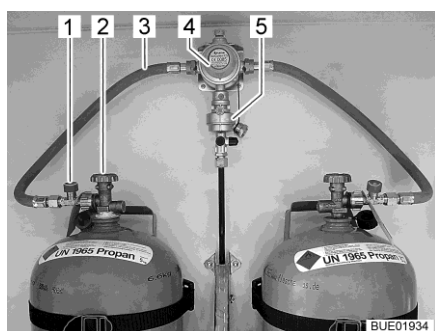
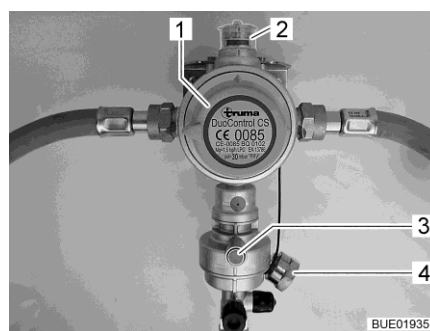

Bild 63 Gasflaskor med DuoControl
Bild 64 DuoControl-styrsystem
DuoControl-styrsystemet består av en omkopplingsventil (Bild 63,4) och en crashsensor (Bild 63,5). DuoControl-styrsystemet är monterat mellan gasslangarna (Bild 63,3) med slangbrottssäkring (Bild 63,1). Med vredet (Bild 64,1) på omkopplingsventilen ställer du in vilken gasflaska som ska användas som driftflaska och vilken som ska användas som reservflaska.
I fönstret (Bild 64,2) visas gasförsörjningens status:
Drift med bara en gasflaska är tillåten. Den öppna anslutningen måste dock förslutas med ett blindlock (Bild 64,4) i detta fall.
Crashsensorn stänger av gastillförseln vid kraftig vibration (t. ex. vid en krock). Crashsensorn aktiveras genom att trycka på den gröna återställningsknappen (Bild 64,3).
Slangbrottssäkringen (Bild 63,1) stänger av gasflödet om den anslutna slangen går sönder. Slangbrottssäkringen måste aktiveras genom att trycka på den gröna knappen. Den gröna knappen måste tryckas in tills trycket i slangen har byggts upp.
Gastillförseln via DuoControl-styrsystemet slås på och av på kontrollenheten (Bild 65). Gasflaskornas huvudavstängningsventiler (Bild 63,2) och gasavstängningsventilerna på apparaterna måste öppnas för hand. För att aktivera slangbrottssäkringen, se avsnitt "Slangbrottssäkring".
- Med vredet (Bild 64,1) på omkopplingsventilen väljs gasflaskan, som ska prioriteras (driftflaska). Vrid alltid vredet till stoppläget.
- Öppna huvudavstängningsventilerna (Bild 63,2) på gasflaskorna.
- Tryck på den gröna knappen på slangbrottssäkringen (Bild 63,1). I fönstret (Bild 64,2) visas den gröna markeringen.
- Stäng huvudavstängningsventilerna (Bild 63,2) på gasflaskorna.
Om den gröna kontrollampan (Bild 65,6) slocknar under drift och den röda kontrollampan (Bild 65,5) tänds är driftflaskan tom och måste bytas ut. I fönstret (Bild 64,2) visas den röda markeringen. Gasförbrukarna försörjs med gas från reservflaskan.
- Vrid vredet (Bild 64,1) ett halvt varv i riktning mot den gasflaska som används för tillfället. Då blir denna gasflaska driftflaska och den tomma flaskan blir reservflaska. Markeringen i fönstret (Bild 64,2) växlar från rött till grönt.
- Stäng huvudavstängningsventilen (Bild 63,2) på den tomma gasflaskan. Beakta pilriktningen.
- Tryck på den gröna knappen på slangbrottssäkringen (Bild 63,1).